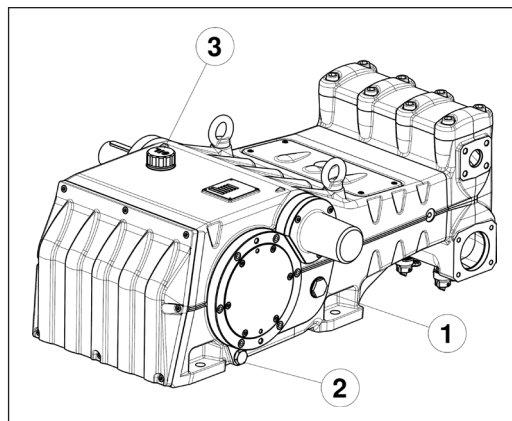

Рис. 3
Проверьте уровень масла с помощью специальных смотровых отверстий, расположенных сбоку ①, Рис. 3. При необходимости долейте масло через пробку ③, Рис. 3. Для правильной проверки уровня масла насос должен находиться при температуре окружающей среды; смену масла следует осуществлять при рабочей температуре насоса; сняв пробку ②, Рис. 3.
Пользуйтесь температурным зондом, вставляемым в маслосливную пробку, поз. ② Рис. 3. См. руководство "ВЗРЫВОЗАЩИТА АТЕХ".